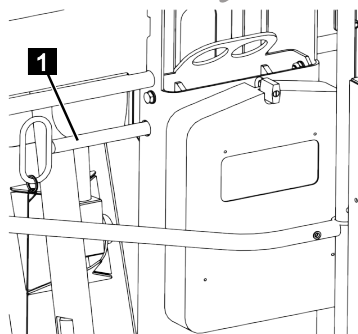

Fig. 99
6. Retirer la cheville de verrouillage (Fig.99/1).